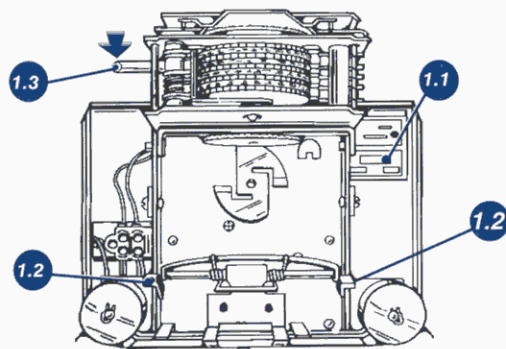

Figure 1
The model number is located on the label **1.1** positioned as shown in Figure 1.
3. Hold the head lock **1.2** down, grab the bottom of the dial face and raise the type section to a locked position, as shown in Figure 1.
Le numéro du modèle se trouve sur l'étiquette à la position **1.1** dans Figure 1.
3. Maintenez le verrouillage de la tête **1.2** enfoncé, saisissez le fond du cadran et relevez la section d'impression en position verrouillée, comme illustré à la figure 1.
Die Modellnummer befindet sich auf dem Etikett **1.1** (s. Abb. 1).
3. Halten Sie die Kopfversperung **1.2** niedergedrückt, fassen Sie den Boden der Wahlscheibe und heben Sie den Typenabschnitt zur versperren Position, wie in Abbildung 1 gezeigt wird.
Si el cuarto dígito del número de modelo DD2104 es un "4", imprimirá con minutos de 0 a 59 y horas de 0 a 23 (Ver Tabla 1). El número del modelo se halla en la etiqueta **1.1** colocada tal como se indica en Fig. 1.